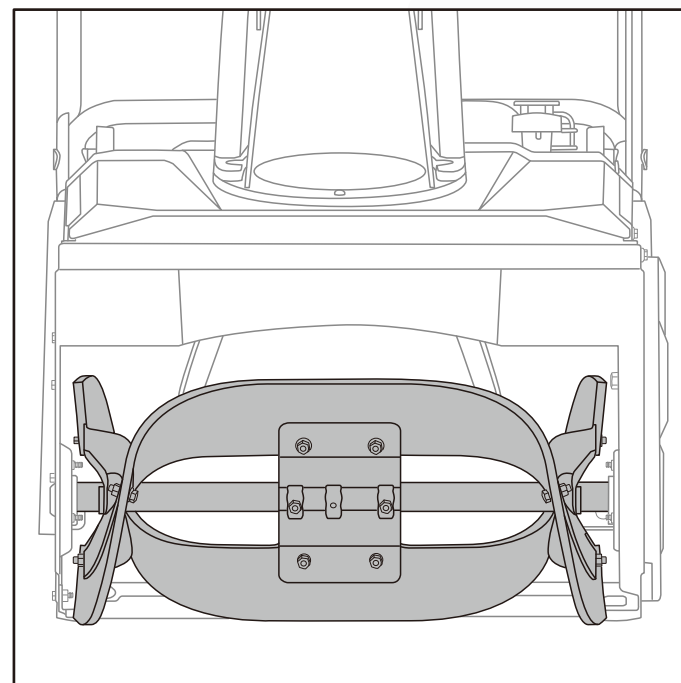
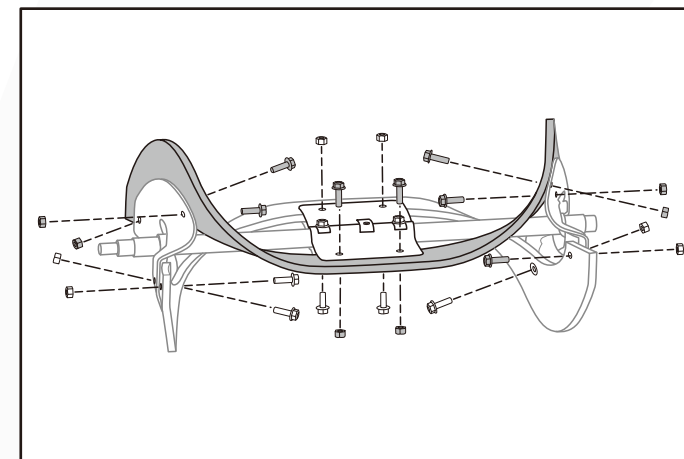

Fig.15A
Fig.15B
3. Retire una de las paletas de goma existentes aflojando los 6 tornillos que las fijan al barreno. (Fig.15A/ Fig.15B)